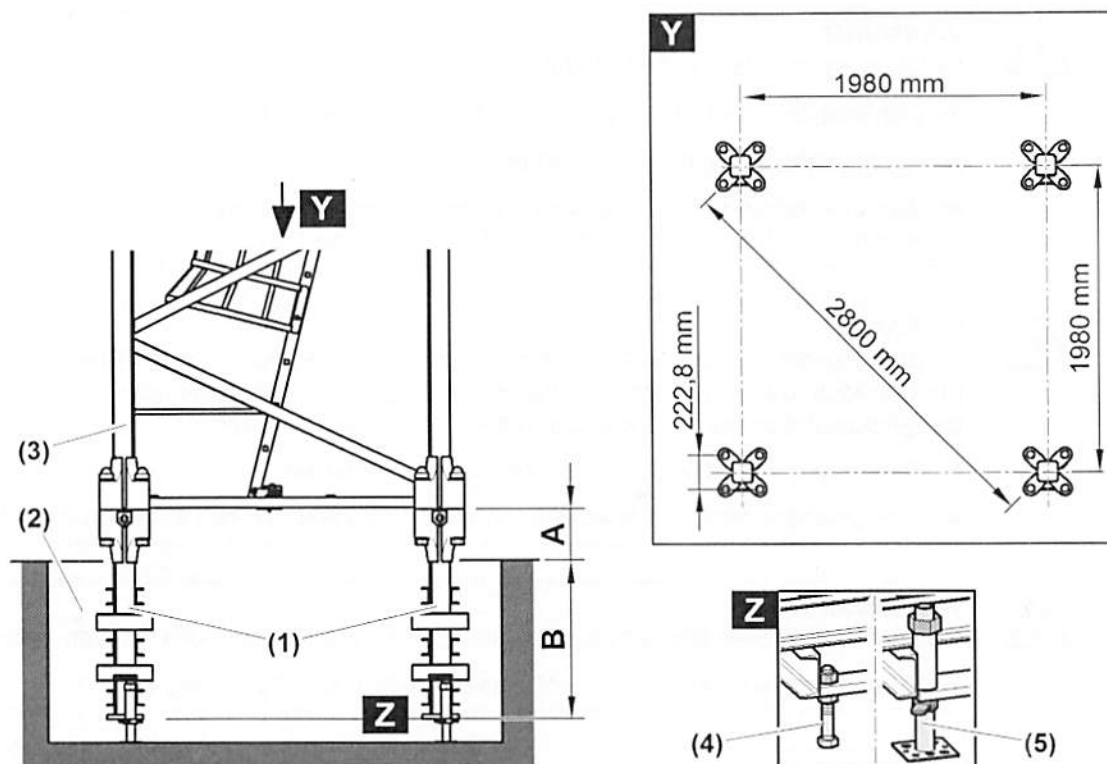

Fig. 160: Einbaumaße des Fundamentankers für das 21 HC 290 Turmsystem (21 HC 290 FAr als Beispiel)
- Grundturmstück mit angeschraubtem Fundamentanker-Satz **mittig** und **senkrecht** in die Fundamentgrube (6) auf die Abstützfläche stellen.
- Grundturmstück ausrichten. Dabei die Maße **A** und **B** einhalten (siehe: Fig. 160, Seite 220).
- Mit Gerüstfuß/Schrauben (8) das Grundturmstück (7) senkrecht einstellen.